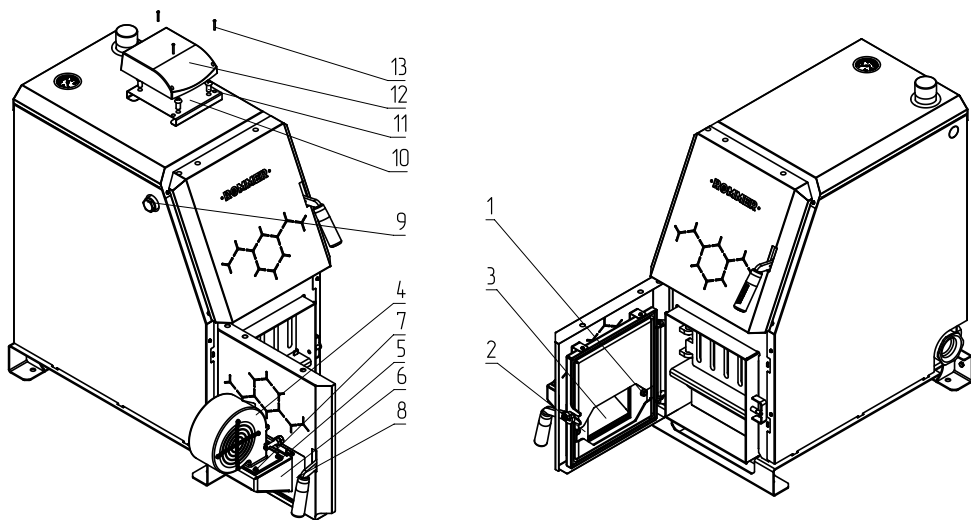

Рис.1. Установка комплекта автоматики на котлы Rommer 16; 21; 31 кВт
1. Открутите 2 гайки (поз.1 рис.1) с зольной дверцы котла (поз.2 рис.1);
2. Снимите поддувало (поз.3 рис.1);
3. Установите вентилятор наддува (поз.4 рис.1) через прокладку (поз.5 рис.1) на переходник (поз.6 рис.1) и зафиксируйте 4 винтами с шайбами (поз.7 рис.1);
4. Установите переходник с вентилятором на зольную дверцу котла (поз.2 рис.1);
5. Зафиксируйте переходник двумя болтами с шайбами и гайками (поз.8 рис.1);
6. Открутите заглушку (или тягорегулятор) с боковой стенки котла и установите гильзу для датчиков (поз.9 рис.1) в отверстие, обеспечив герметичность соединения;
7. Установите подставку (поз.10 рис.1) на котел и зафиксируйте его 4 саморезами (поз.11 рис.1);
8. Установите регулятор температуры (поз.12 рис.1) на подставку (поз.10 рис.1) и зафиксируйте его 3 винтами (поз.13 рис.1);
9. Установите датчик температуры теплоносителя и датчик перегрева в гильзу (поз.9 рис.1);